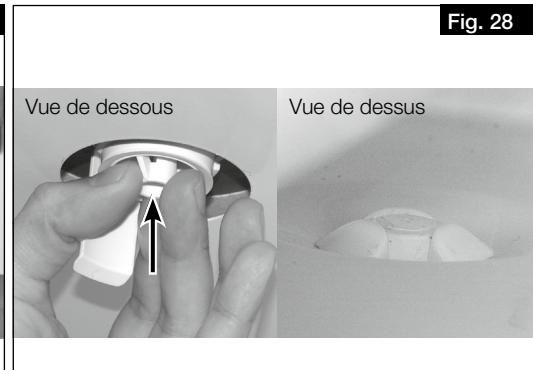

Fig. 28
2. Insérer par en dessous la pièce de fixation dans l'orifice d'évacuation des condensats, jusqu'à ce que les clips s'enclenchent au fond de la plaque métallique (voir Fig. 28).